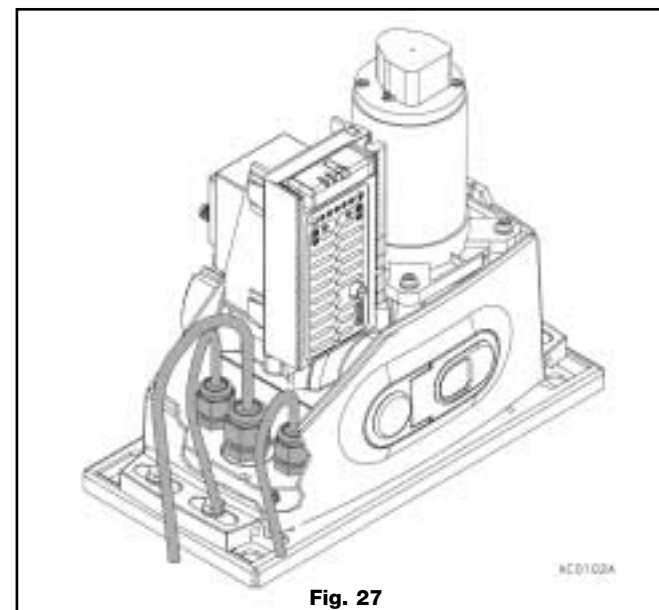

Fig. 27
- c) Laisser les câbles dépasser d'environ 40 cm (fig. 27).